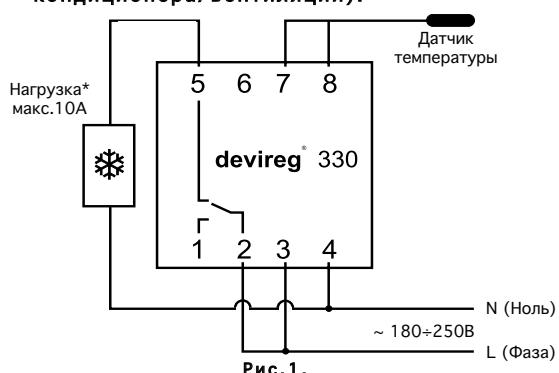

Рис.1.
8. Подключение согласно схеме: рис. 2 - режим «обогрев», рис. 1 - режим «охлаждение» (подключение кондиционера, вентиляции и т.п.).